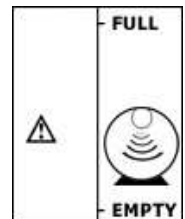

Fig. 8
- Le signal radio est absent après 2 heures d'attente (fig 8).